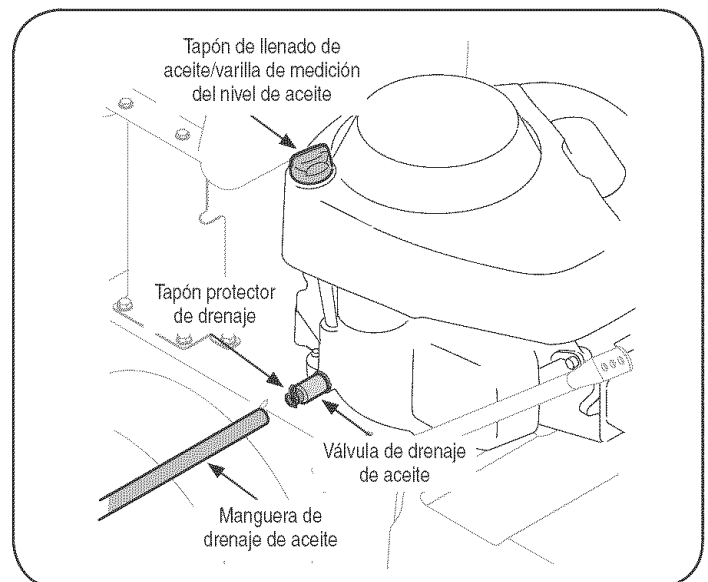

Figura 12
2. Abra el tapón protector en el extremo de la válvula de drenaje de aceite para dejar expuesto el orificio de drenaje, Figura 12.
3. Retire el tapón de llenado de aceite / la varilla de nivel de aceite del tubo de llenado, Figura 12.